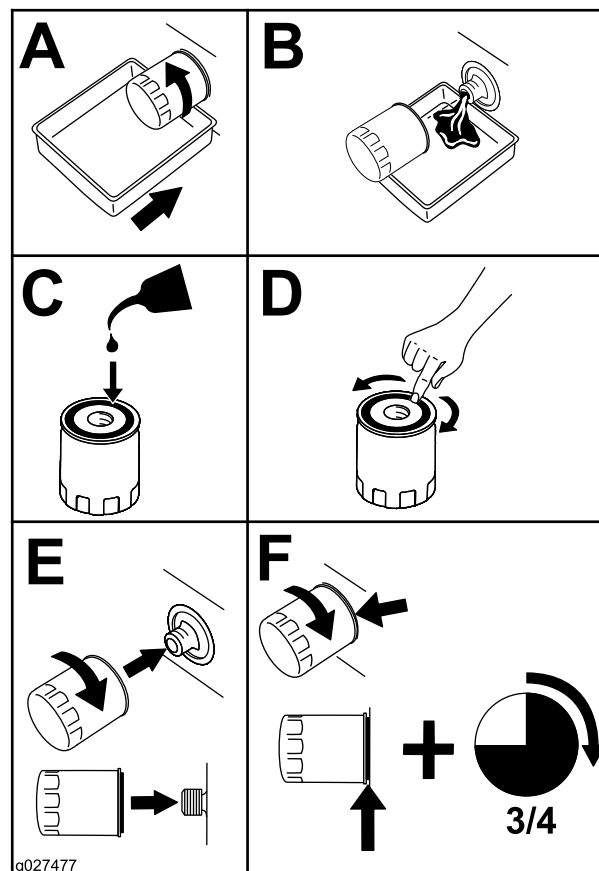

Figura 49
2. Cambiate il filtro dell'olio del motore (Figura 49).